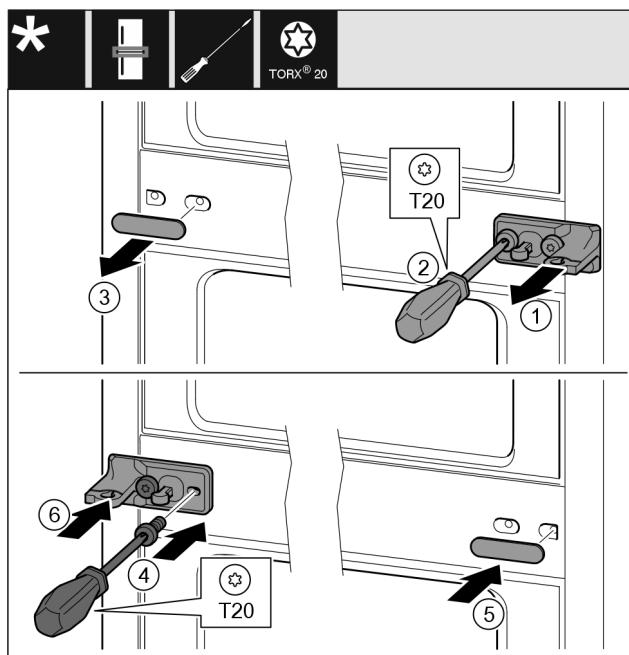

Fig. 43
- ▶ Sfilare la rondella Fig. 43 (1).
- ▶ Estrarre le viti Fig. 43 (2) con un cacciavite.
- ▶ Estrarre la copertura Fig. 43 (3) con cautela.
- ▶ Stringere bene il blocco di supporto con pellicola Fig. 43 (4) ruotato di 180° sull'altro lato.
- ▶ Applicare la copertura Fig. 43 (5) ruotata di 180° sull'altro lato.
- ▶ Infilare la rondella Fig. 43 (6) dal davanti.